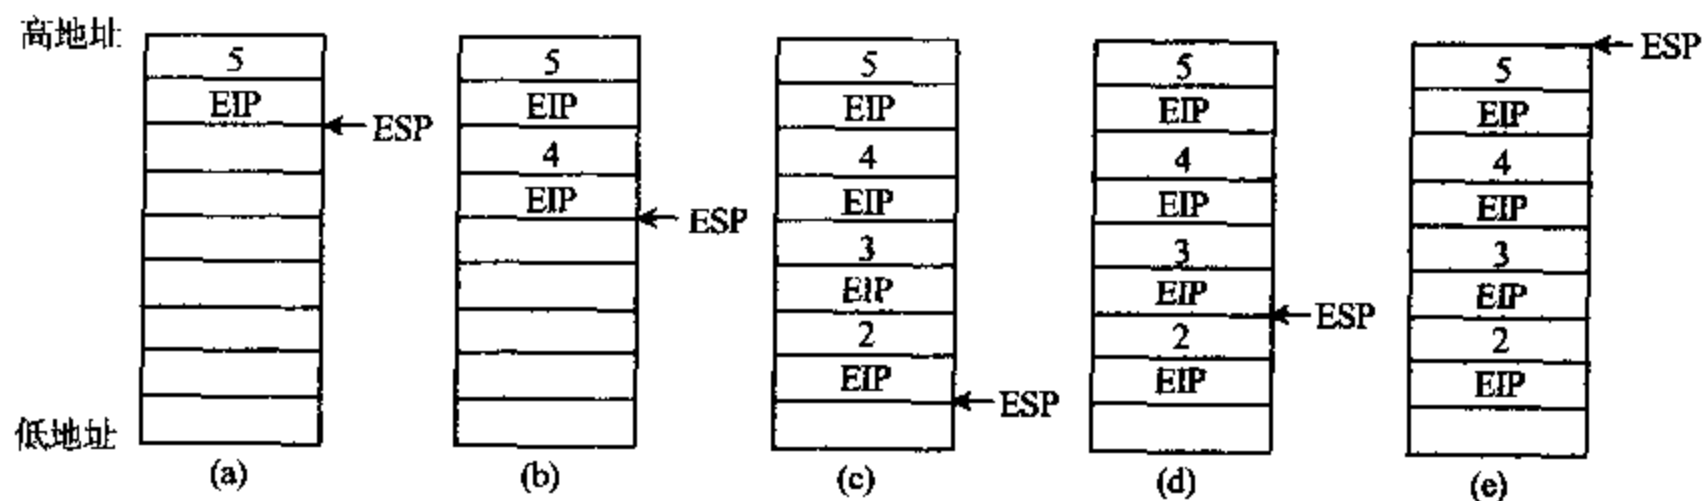

图 13-27 计算阶乘的示意图
(1) 在主函数 main 中先调用 fact1,采用连乘法求 5!,运算结果作为 fact1 的返回参数,可以显示出来。
(2) 再调用 fact2 函数,这里采用“__declspec (naked)”定义函数。首先执行一条“PUSH”指令,将 5 压入堆栈,并将“return 0”所在的地址压入堆栈,再从 __asm {……} 的第一条指令开始执行。
(3) 进入 __asm {……} 程序后,从堆栈[ESP+4]处取出一数“5”,将其作为递归调用的参数压入堆栈,执行第一条 CALL __fact 指令,EIP 入栈,开始执行递归调用过程,如图 13-27(a)所示。
(4) 递归调用 __fact,从中取出参数 5,将其减 1,若比 1 大,继续压入堆栈,直至将 2 压入堆栈为止,如图 13-27 (b)和(c)所示。
(5) 转“end;”开始的语句执行,不断从栈中弹出数据作乘法运算,如图 13-27(d),直至所有参数都相乘完毕,如图 13-27(e)。再返回主程序,结束操作。